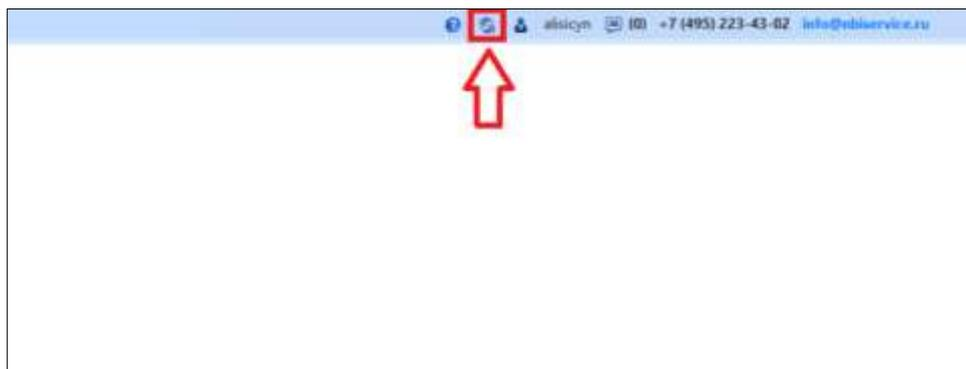

Рисунок 3.3.8 – Навигация функционала «Обновления» в Системе
1) Нажать на кнопку «Обновления» (рис. 3.3.8) в верхней панели Системы (рис. 3.3.8).